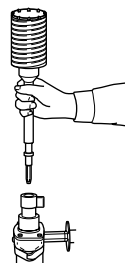
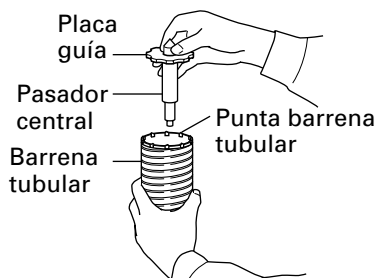

Fig. 13
Fig. 14
- (2) Montar la espiga de la barrena tubular en el cuerpo principal de la misma forma que al montar la broca y el puntero. (Fig. 13)
- (3) Introducir el pasador central en la placa guía hasta que se pare.
- (4) Unir la placa guía alineando su parte cóncava con el extremo de la broca. Cuando se cambie la posición cóncava girando la placa guía hacia la izquierda o hacia la derecha, la placa guía nunca se sale incluso cuando el martillo perforador se utilice en una dirección hacia abajo. (Fig. 14)